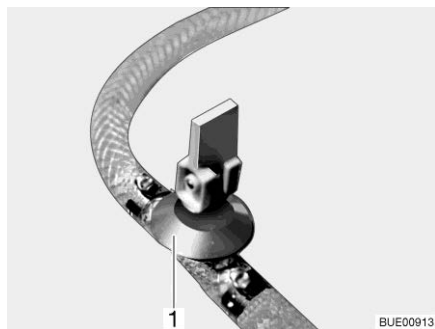

Fig. 220 Robinet de vidange
- Fermer le(s) robinet(s) de vidange. Placer le levier à bascule (Fig. 220,1) en position horizontale.
- Ouvrir le(s) robinet(s) de vidange (Fig. 220). Pour cela, placer le levier à bascule (Fig. 220,1) en position verticale. Le chauffe-eau se vide à l'extérieur.